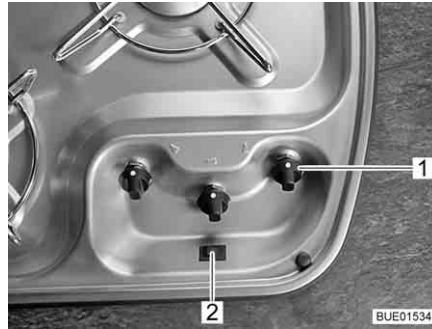

Fig. 211 Elementi di comando del fornello a gas
- Ruotare il pomello girevole (Fig. 211,1) dell'impianto a fiamma libera desiderato in posizione accesa (fiamma alta).
- Premere il pulsante per l'accensione (Fig. 211,2). Sul bruciatore vengono prodotte scintille.